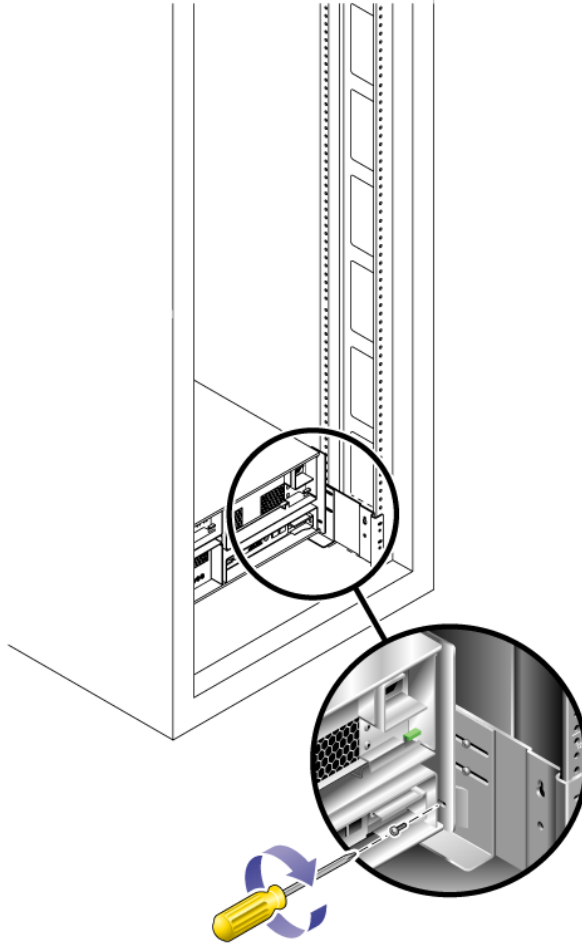

FIGURA 2-10 Fijación de la unidad a la parte trasera de la guía del armario
4. Introduzca y apriete dos tornillos de 6-32 (uno a cada lado) en la parte posterior de la bandeja para fijarla al armario (FIGURA 2-10).